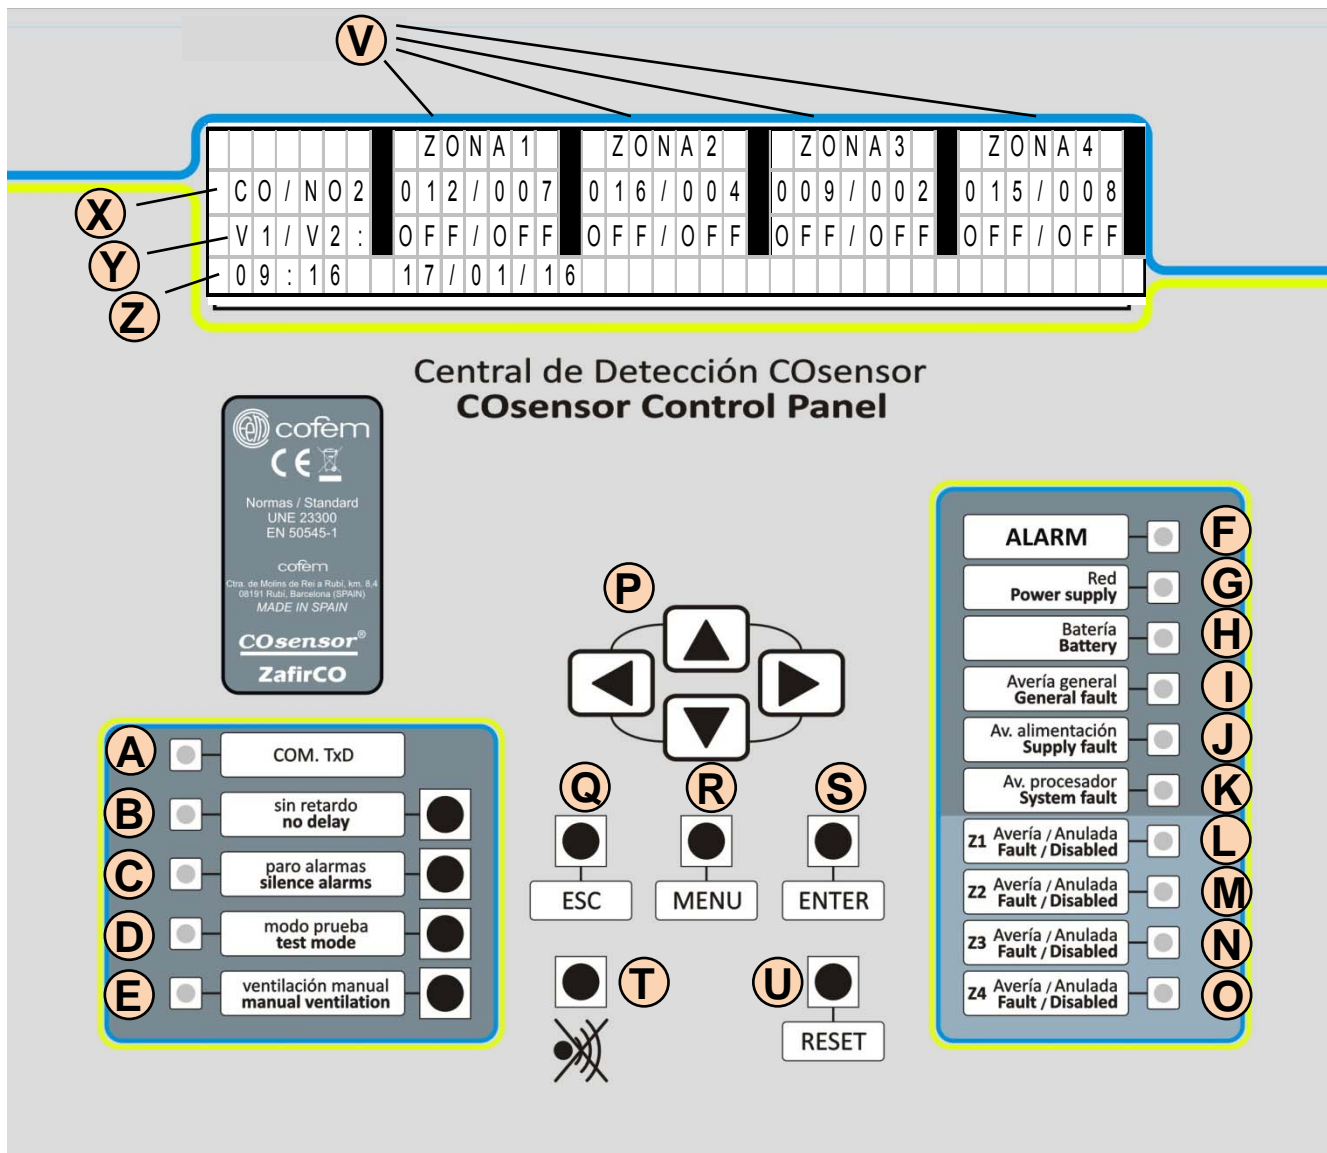

Figura 10: Panel de control de la central
9. La central debe quedar en estado de trabajo con el led de red encendido (letra G en la figura 10).
Una vez comprobado el funcionamiento correcto de estos relés y la indicación correcta de esta acción en el panel de control (parpadeo del led de modo manual indicado con la letra E en la figura 10), si la central es modelo DVB, se puede presionar el botón de "ventilación manual" por segunda vez, con lo que se activarán los relés de salida de la ventilación 2 de todas las zonas y se iluminará de forma fija el led de modo manual (letra E de la figura 10).
Una vez comprobadas estas salidas y led del panel de control, presionando nuevamente el botón "Ventilación manual", la central recupera el modo automático de funcionamiento apagándose el led de Ventilación manual ( letra E de la figura 10). Si es necesario, en el menú 1 de la central (ver capítulo 10), punto 5, se pueden activar y desactivar las salidas de ventilación de cada zona de forma individual.
Si el modelo de central es DVB, desconectar la alimentación de red de la central. La central debe activar el zumbador, apagar el led de "Red" (letra G en la figura 10), y encender el led de "Batería" (letra H de la figura 10).
Después de verificar que el sistema es estable y se mantiene funcionando normalmente, volver a conectar la alimentación de red. El led de baterías (letra H de la figura 10) se debe apagar y el led de red (Led G de la figura 10) encender.
Poner las zonas en modo prueba presionando la tecla "modo prueba" (letra D de la figura 10) en la central. En este modo de funcionamiento, se modifica el comportamiento del led del sensor y se desactivan todos los relés de todas las zonas.
Presionando la tecla **MENU** del panel de control (tecla R de la figura 10), se accede al siguiente menú de la central.